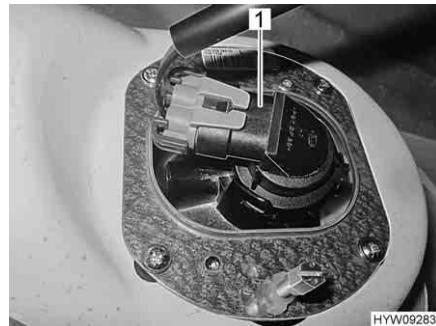

Fig. 188 Luce con regolazione in curva/
- Afferrare la parte posteriore dei fari combinati per luce con regolazione in curva/luce fendinebbia (Fig. 187), ruotare il supporto (Fig. 188,1) con la lampada ad incandescenza in senso antiorario ed estrarre dall'alloggiamento dei fari.
- Inserire il supporto (Fig. 188,1) con la lampada ad incandescenza da dietro nell'alloggiamento dei fari e ruotare in senso orario. Il supporto scatta in posizione.